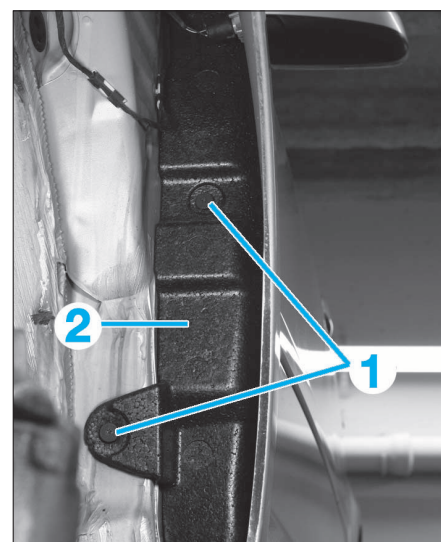

FIG. 13
- les vis (1) et la pièce de fermeture arrière (2) de l'aile (Fig.13).